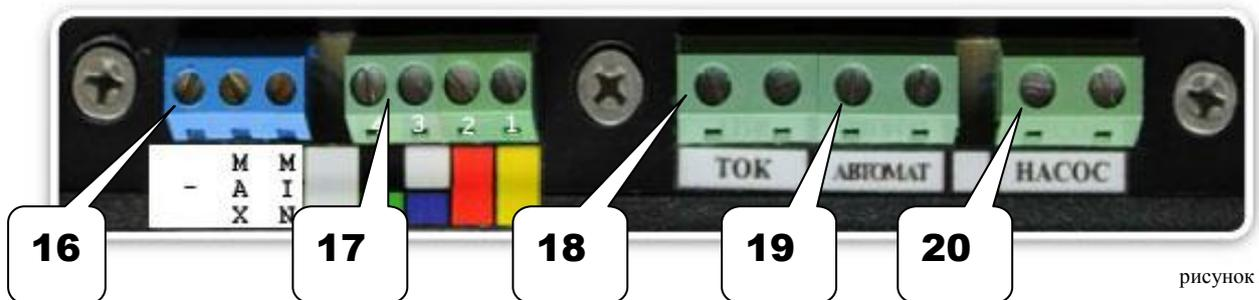

рисунок 3
- **клемму 2 (Минимум)** – подключаем к клемме «MIN» группы клемм «ЭКМ» (поз. 16, рис. 3) блока управления «ПАР-Альфа»
- **клемму 3 (Максимум)** – подключаем к клемме «MAX» группы клемм «ЭКМ» (поз. 16, рис. 3) блока управления «ПАР-Альфа»